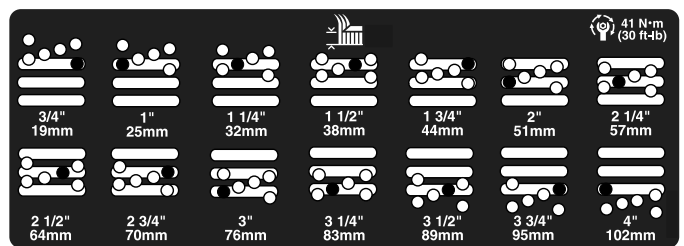

Figura 23
5. Spostate l'alloggiamento all'altezza di taglio opportuna e montate il distanziale nel foro e nella scanalatura dell'altezza di taglio prescelta (Figura 23).